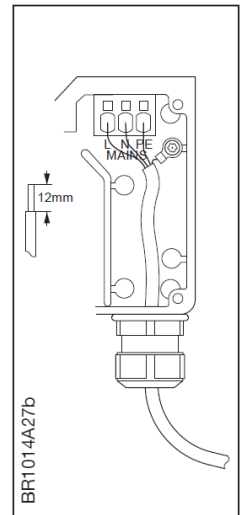

Abb. 3-12.2
- Bei einphasigen NI-DV ist das Versorgungskabel an die Klemmen mit der Bezeichnung „L“, „N“ und „PE“ anzuklemmen (siehe Abb. 3-12.2).